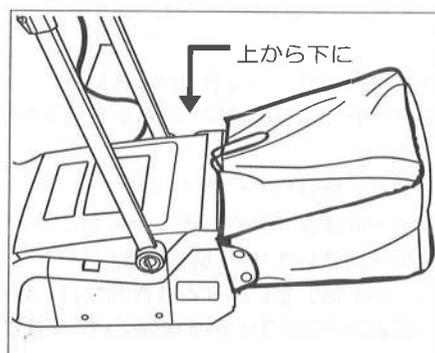

図8
- ② 本機後部に上から下に向けて集草バッグ受に引っ掛けてください。(図8参照)